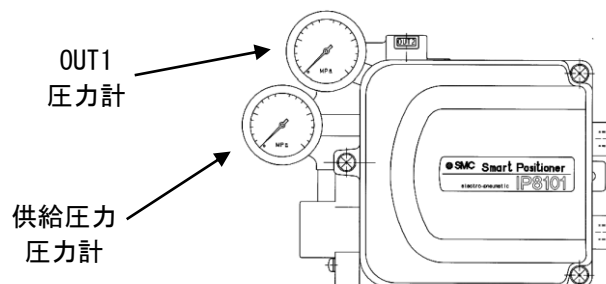

図 6
*5：ポジションナに取付けられている圧力計の名称を図 6 に示します。